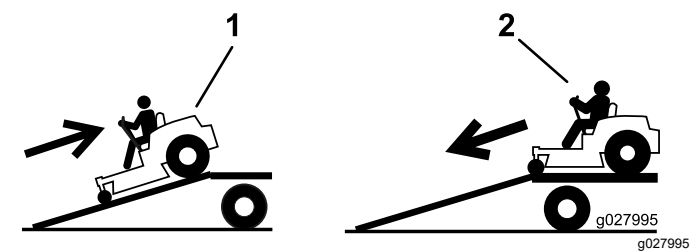

Рисунок 32
2. Перемещайте машину передним ходом при движении вниз по наклонному въезду (Рисунок 32).